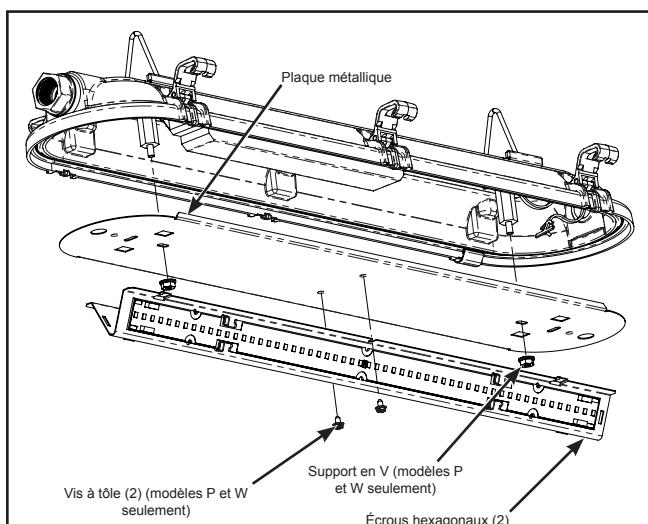

Figure 4.
Pour accéder à l'intérieur du luminaire, commencez par dégager la lentille et mettez-la de côté. Retirez la plaque métallique en retirant les deux (2) écrous hexagonaux. Pour les parcs de stationnement couverts et les modèles à diffusion large, le support en V du modèle DEL doit d'abord être enlevé en retirant les deux (2) vis hexagonales puis en glissant le support afin de dégager des languettes de verrouillage coulissantes. La plaque métallique sera suspendue par des fils de sécurité largables. Vous pouvez faire tous les raccords de câblage nécessaires. (Figure 4).